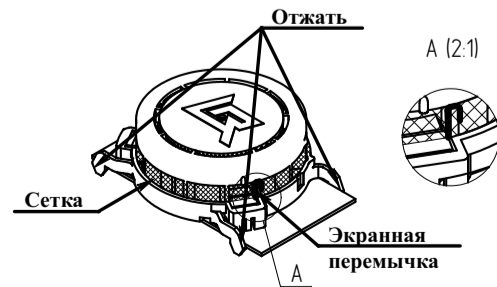

Рисунок 2
- б) разогнуть экранную перемычку (рисунок 2) и отсоединить ее от сетки;